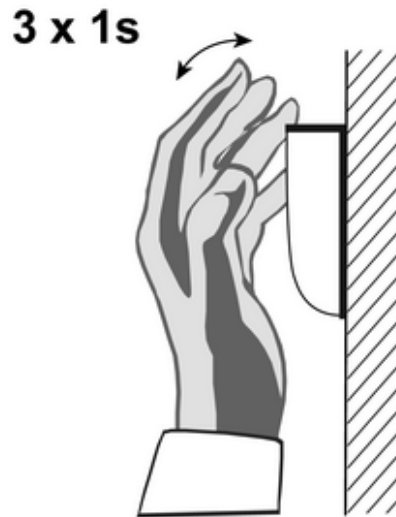

Рисунок 2
- В течение 9 секунд накройте сигнализатор движения рукой не менее трех раз на 1 секунду (рисунок 2).